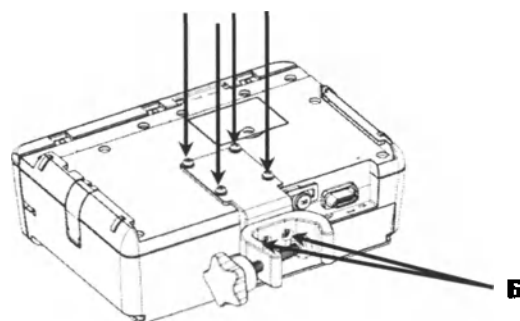
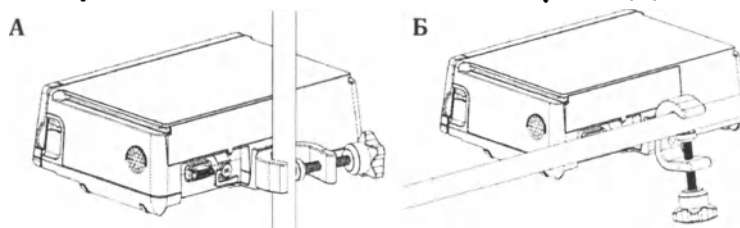

Рис. 6. Установка крепления к помпе.
Рис. 7. Крепление помпы на инфузионной стойке.
1. С помощью крестовой отвертки и 4 винтов М4 установите крепление на нижней части корпуса помпы, как показано на рис. 6 (А)
3. Конструкция крепления позволяет закрепить помпу для энтерального питания, как на вертикальной (рис. 7А), так и на горизонтальной (рис. 7Б) инфузионной опоре. Для этого установите С-образный держатель с помощью 2 винтов М4 по отношению к пластине крепления в соответствующее положение, как показано на рис. 6 (Б).
1. На одну из помп установите крепление к стойке, как показано на рис. 6.
2. Объедините помпы в один блок с помощью направляющих (1), как показано на рис. 7 и с помощью кнопки фиксации (2) закрепите их друг с другом.